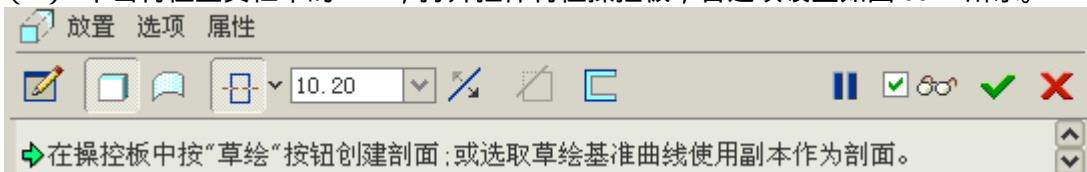

图 55-2
- (1) 单击特征工具栏中的 ，打开拉伸特征操控板，各选项设置如图 55-2 所示。